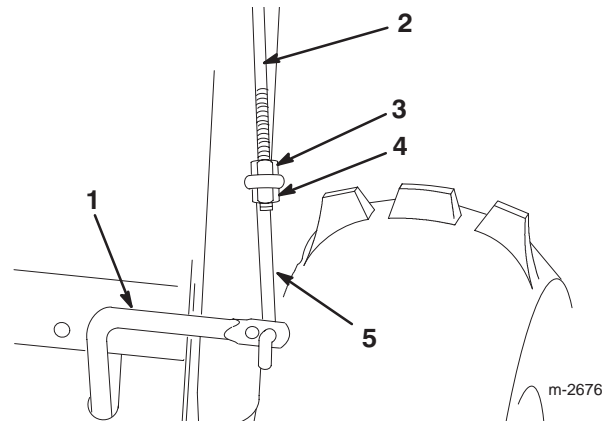

Figure 9
1. Vissez un écrou à embase (embase vers le bas) sur la tige de commande supérieure située sur le côté droit de l'ensemble mancheron (Fig. 9).
2. Passez la tringle inférieure dans le trou extérieur de la tige de commande inférieure (Fig. 9).
3. Insérez la tige de commande supérieure dans la boucle de la tringle inférieure (Fig. 9).
4. Vissez un contre-écrou à embase (embase vers le haut) sur le bas de la tige de commande supérieure, sous la boucle de la tringle inférieure (Fig. 9).
- Corrigez la position de l'écrou à embase et du contre-écrou à embase (Figure 9) le cas échéant, pour obtenir le bon écartement entre le haut de la poignée et le bas de la manette de commande de traction.